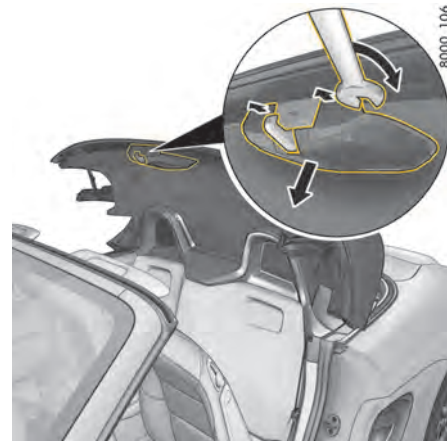

Fig 46 : Retrait du cache du verrouillage de la capote
1. Soulevez avec précaution le cache en plastique du verrouillage de la capote hors des points de fixation (Fig. 46) à l'aide de la clé plate et retirez-le.